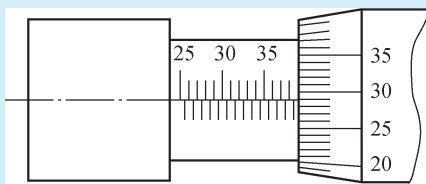

图 1-18 千分尺的读数示例
- (1) 夹住被测工件，从刻度线的正面正视刻度读取数值。
- (2) 如不能直接读数，可固定止动锁，使测量杆固定，再轻轻取下，读取刻度值。
- (3) 千分尺读数时，先读出固定套管上的尺寸，图 1-18 所示的尺寸为 38.5 mm；再读出微分筒上的尺寸，图 1-18 所示的尺寸为 0.290 mm；最后把两个读数相加即得到实测尺寸为 38.790 mm，即千分尺测量的尺寸。